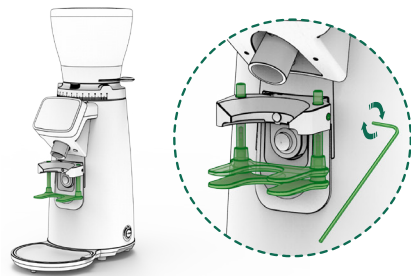
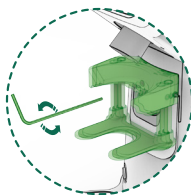
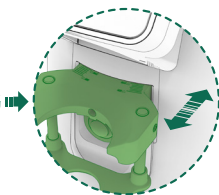
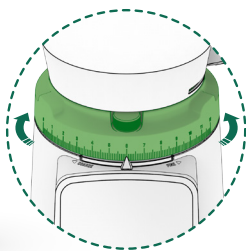

Fig. 6
Fig. 7
Fig. 8
Fig. 9
3. Apriete el tornillo con la llave Allen hexagonal n.º 3 proporcionada (**Fig. 6**).
4. Con la llave Allen hexagonal n.º 3 proporcionada, apriete o afloje el tornillo ubicado en el frontal del portafiltro para encontrar la posición correcta como se ve en las (Fig. 7 y Fig. 8).
Al girar el regulador de molienda en sentido horario se obtiene un café molido más grueso y al girar el regulador en sentido antihorario el café molido será más fino (Fig. 9).
12.3.5. Afloje los tornillos de soporte de las fresas superiores usando la llave Allen hexagonal n.º 3 suministrada, según se muestra en (Fig. 6). Retire el soporte superior tirando hacia arriba para acceder a la cavidad de molienda, limpie el interior con la ayuda de un cepillo o aspiradora y elimine cualquier residuo de café de la cavidad de molienda (Fig. 7).
12.4.1 Se encuentra ubicada entre la salida del café y el cuerpo del molino, y puede ser reemplazada después de retirar el regulador del molino, siguiendo las instrucciones hasta el paso **12.3.5**. Para retirarla, utiliza una llave Allen hexagonal n.º 3 para aflojar los dos tornillos superiores (**Fig. 8**) y el tornillo ubicado debajo de la salida del café (**Fig. 9**).